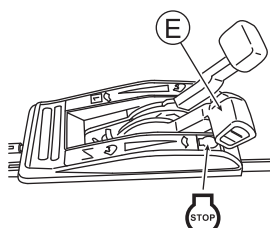

Fig. 20
6. Para interromper ou finalizar o trabalho de corte, retorne o manipulador da embraiagem de acionamento (B) e o manipulador da lâmina (C) e, a seguir, coloque a alavanca do acelerador (E) em "STOP" para parar o motor. (Veja a fig. 20)